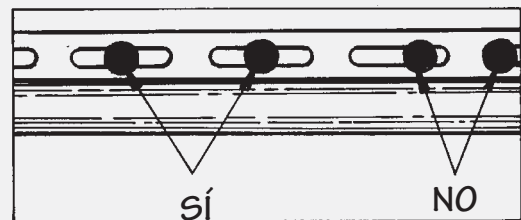

Figura 17.
- Centre los sujetadores en las ranuras para permitir la dilatación y contracción del revestimiento (Figura 17).